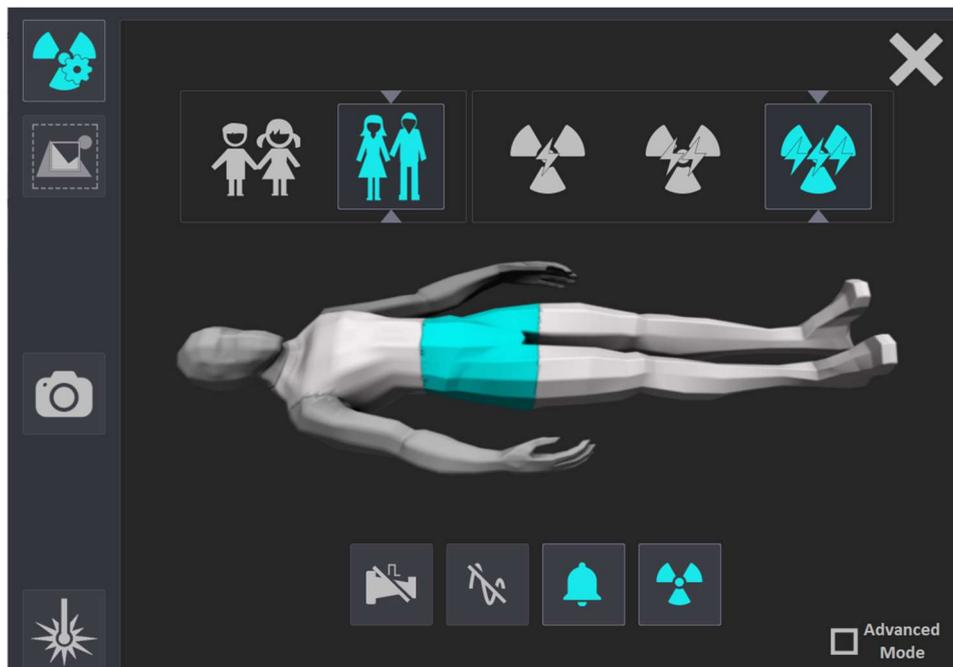

Figure 5 - Réglages des paramètres rayons X
- Réglages paramètres Rayons X : ADR désactivé, Preset adulte, 3 éclairs (88kV, 52 mA)(cf. Figure 5)